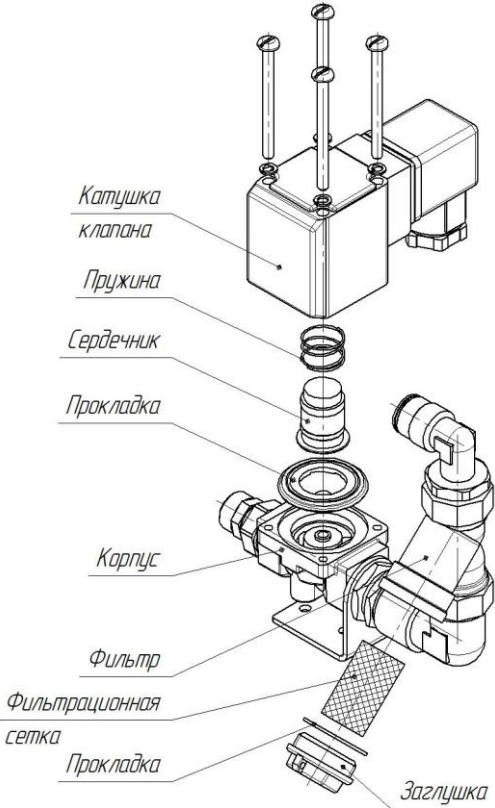

Рисунок 5 Разборка и очистка блока слива конденсата
4.6 Блок слива конденсата (рис. 5) предназначен для удаления выделившейся влаги. Устройство состоит из электромагнитного клапана и сантехнического фильтра. Сигнал на управление электромагнитным клапаном подается электронным блоком управления.